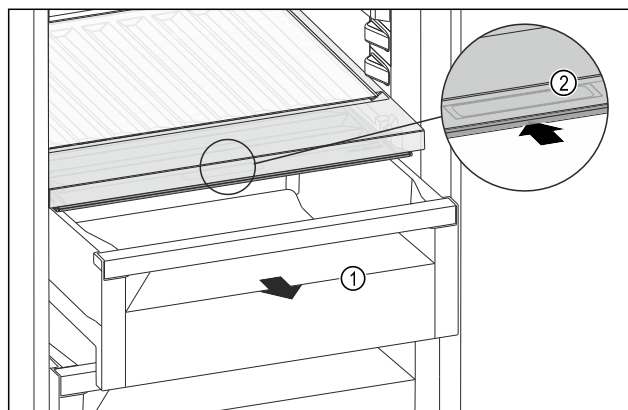

Fig. 118
- ▶ Извлеките выдвижной ящик *Fig. 118 (1)*.
- ▶ Возьмитесь за утопленную ручку *Fig. 118 (2)* на крышке отделения и одновременно введите крышку отделения назад.